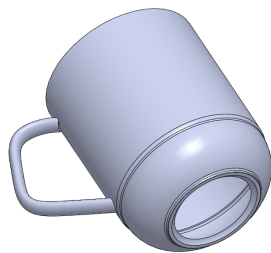

图 8-56 改变特征顺序
(4) 释放鼠标，即可改变特征顺序，则零件模型将发生变化，效果如图 8-56 所示。